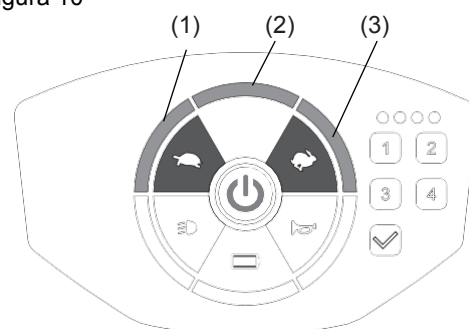

Figura 11
- Hay 3 velocidades diferentes de ajuste: más rápido 3>2>1 más lento. (Figura 11)